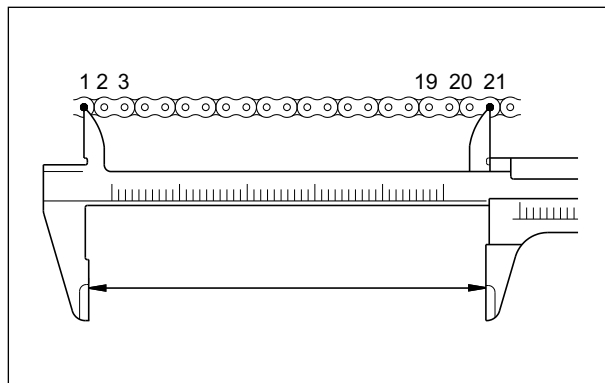

Fig. 2.66
- Conte 21 pinos na corrente de transmissão e meça a distância entre os 20 passos. (Fig. 2.66)